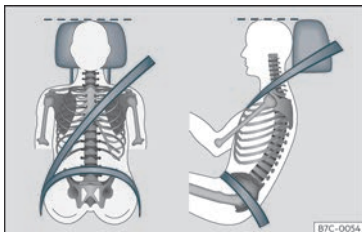

Fig. 7 Bandas do cinto e reposacabezas axustados correctamente.
- Axuste o reposacabezas para que o bordo superior estea, na medida do posible, á altura da parte superior da cabeza, en ningún caso debaixo dos ollos. Manteña a caluga o máis preto posible do reposacabezas >>> **fig. 7**.